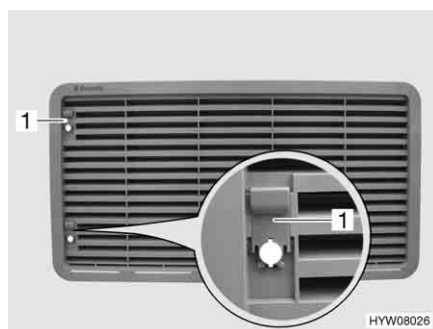

Fig. 133 Griglia di aerazione del frigorifero (con cursore)
- Spingere il cursore (Fig. 133,1) verso l'alto.